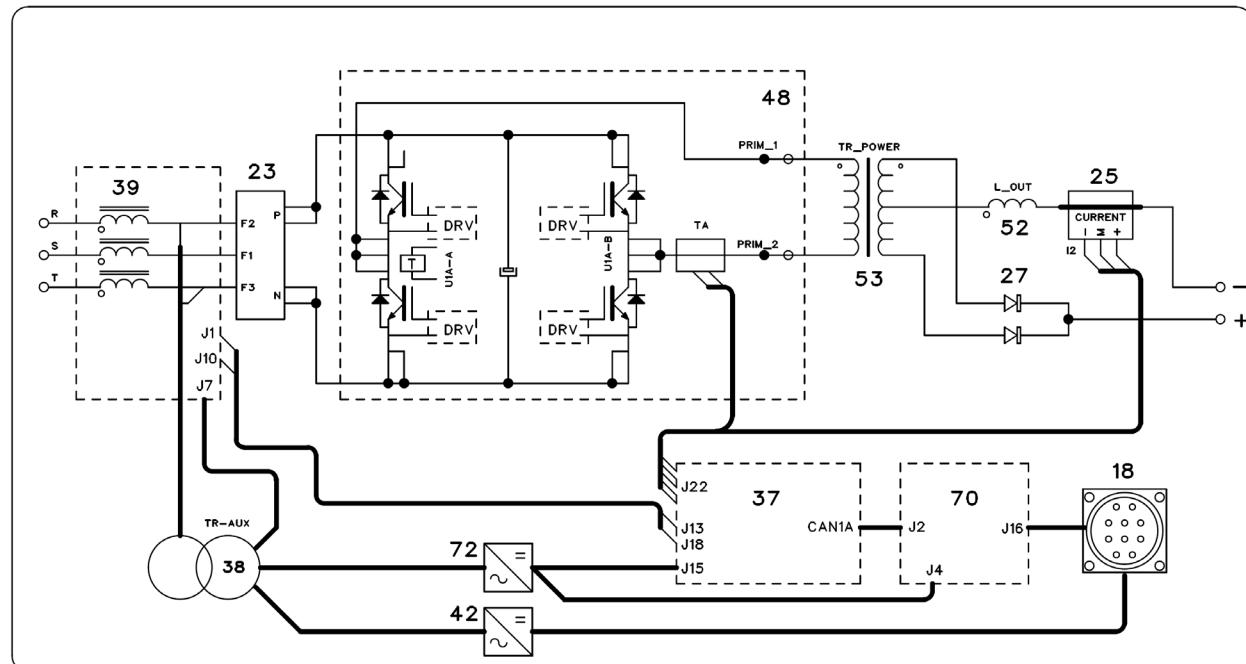

FIG. 2.3.1
Facendo riferimento agli schemi elettrici di par. 5, allo schema a blocchi di fig. 2.3.1, ai disegni esplosi e tabelle di par. 4, si possono individuare i blocchi principali che compongono il generatore.
Il ponte raddrizzatore (23) e la scheda potenza (48), sono gli elementi di potenza dei primi due stadi convertitori. Più precisamente in fig. 2.3.1 si possono identificare :
- il ponte raddrizzatore trifase (23), che converte la tensione alternata di rete (400 Vac) in tensione continua (540 Vdc) atta ad alimentare i condensatori-DC e l'inverter;
- sulla scheda di potenza (48):
- l'inverter ad igt, che genera la tensione alternata ad onda quadra per il trasformatore di potenza (53);
- il TA ( T1per Art. 372 e T3 per Art. 374 ), per il rilievo della corrente al primario del trasformatore di potenza (53).